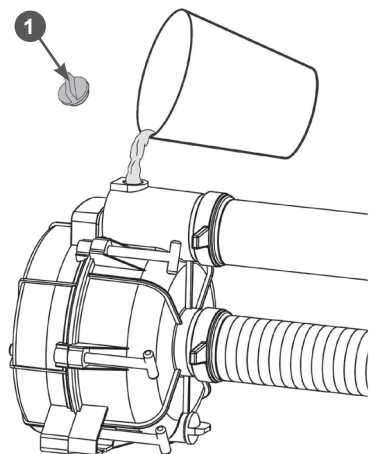

Рис. 13. Заполнение корпуса насоса водой
1. Открутите пробку 1 отверстия для заливки воды в корпус насоса (Рис. 13).